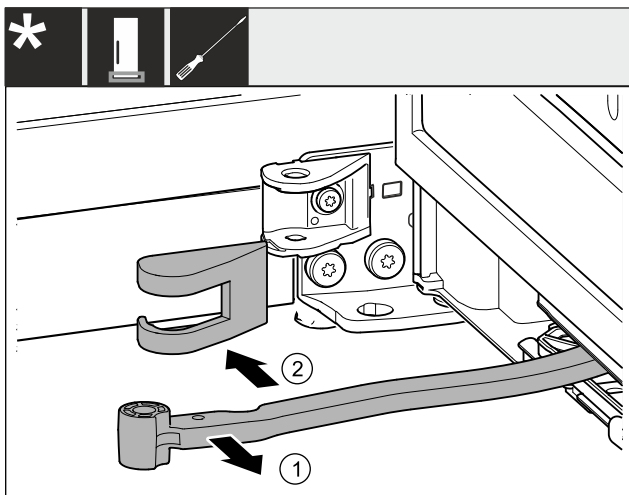

Fig. 6
- ▶ Завъртете шарнира в посока към вратата. *Fig. 6 (1)*
- ▶ Отстранете капака на лагерната стойка. *Fig. 6 (2)*